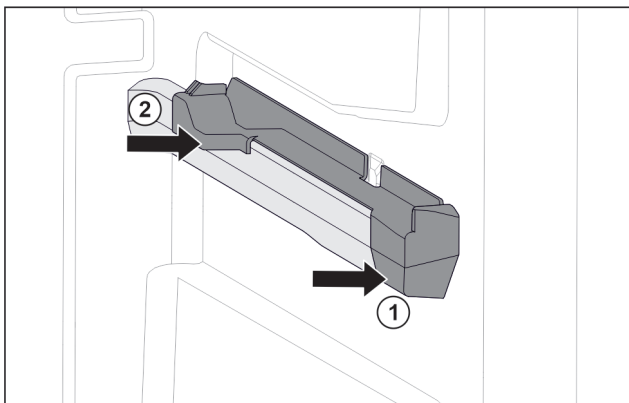

Fig. 75 Élément emboîtable sur la nervure de récipient droite
- ▶ Poser le devant de l'élément emboîtable contre la nervure de récipient. Fig. 75 (1)
- ▶ Enfoncez l'arrière de l'élément emboîtable. Fig. 75 (2)